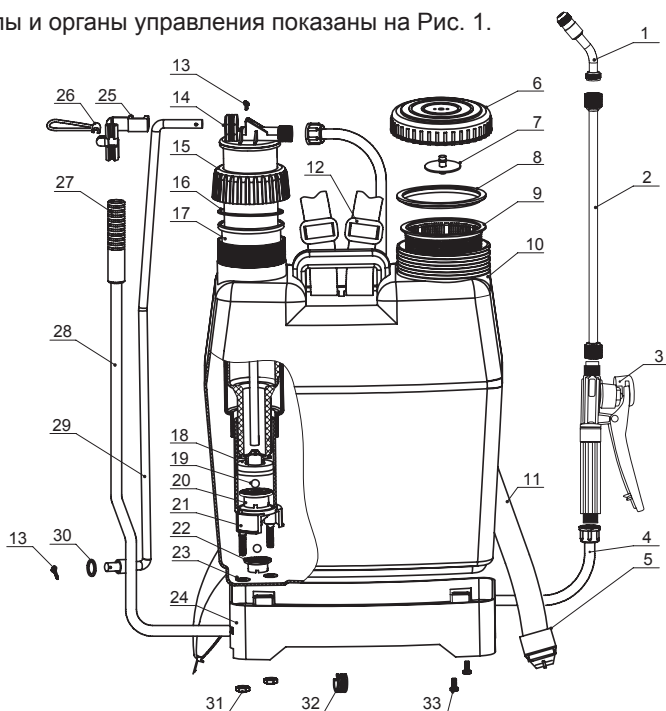

Рис. 1 Основные узлы и органы управления
Основные узлы и органы управления показаны на Рис. 1.
Для сборки потребуется фиксатор шатуна -1 шт., шайба -1 шт., шплинт – 2 шт., кольцо 26 подвесное рычага (Рис. 1). Остальные детали сложите в пакетик и сохраните их.
2. Установите ручку 27 на рычаг 28 шатуна (Рис. 1).
3. Положите опрыскиватель горизонтально на заднюю сторону. Установите нижний конец шатуна в отверстие на рычаге шатуна, одновременно с этим рычаг шатуна вставьте в отверстие корпуса 24 (Рис.1). Установите на нижний конец шатуна гайку, вставьте шплинт в отверстие и разогните концы шплинта. Поверните рычагом шатуна так, чтобы было видно отверстие для установки фиксатора 32 (Рис. 1). Установите фиксатор шатуна.
4. Вставьте шатун 29 в кронштейн крепления 14 так, чтобы верхний конец шатуна проходил через отверстия зажима 25 струйной трубки, установленного на кронштейн 14 (Рис. 1). Вставьте шплинт 13 в отверстие конца шатуна и разогните концы шплинта. Зафиксируйте шатун в зажиме 25 струйной трубки.
6. Установите форсунку 1 на струйную трубку 2, струйную трубку присоедините к рукоятке управления 3 (Рис. 1). Присоедините шланг 4 к рукоятке управления 3 (Рис. 1) и трубку насоса.
3. Сделайте 7-10 качаний рычагом насоса 28 (Рис. 1), до тех пор, пока не появится сопротивление нажатию.
4. Для опрыскивания нажмите на рычаг управления клапаном подачи рукоятки управления 3 (Рис. 1).